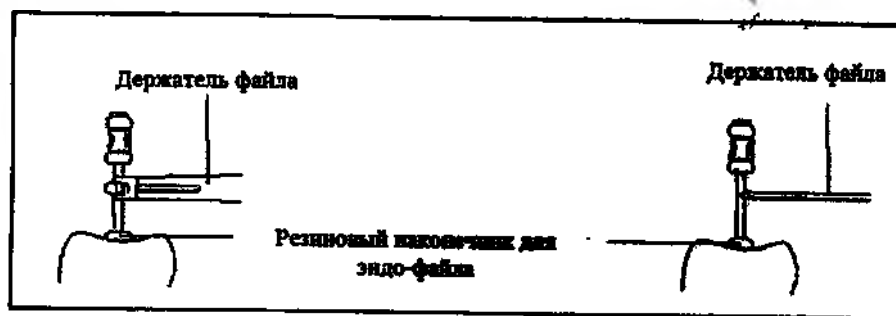

Рисунок 26
5.1.2 Вставьте загубник в белый порт измерительного провода (см. Рисунок 26).